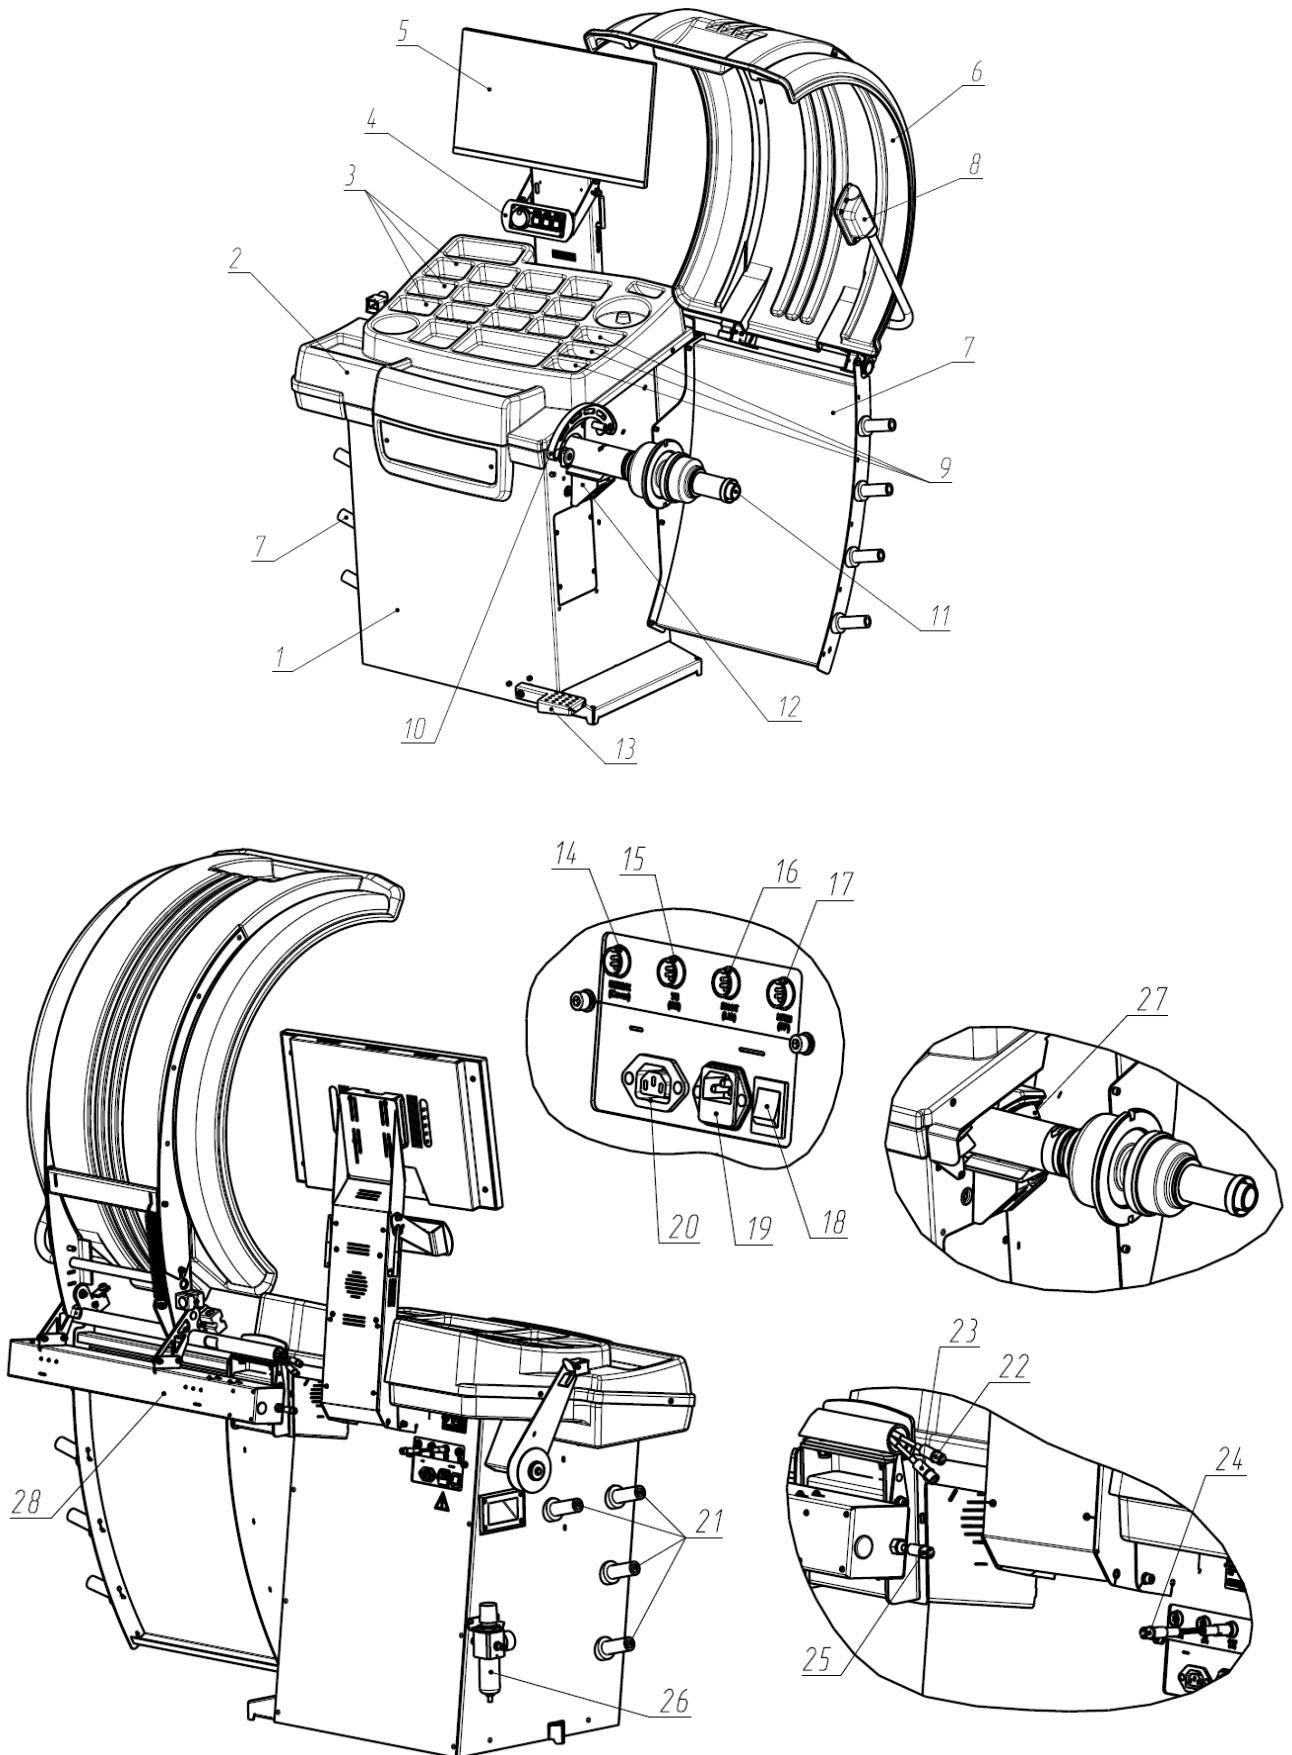

Рисунок 4.1
4.2.9 Подключить шнур сетевой к разъему, расположенному на задней панели корпуса станка (рисунок 4.1), и к питающей сети, оборудованной розеткой с контактом заземления.